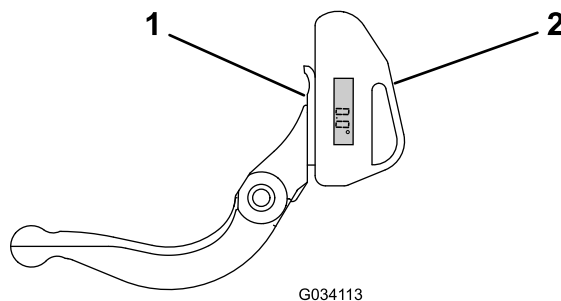

Рисунок 21
1. Установите индикатор угла на нижней стороне неподвижного ножа, как показано на Рисунок 21.